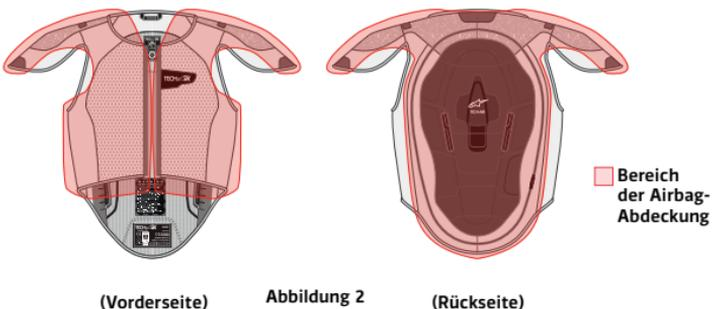

Abbildung 2 (Vorderseite) (Rückseite)
Das Tech-Air™ Airbag System bietet Aufprallschutz für die Bereiche, die der Airbag abdeckt, wie in der Abbildung 2 gezeigt.
**WARNUNG! Das Tech-Air™ Race Vest bietet nur begrenzten Aufprallschutz für die Bereiche, die der Airbag abdeckt, wie in der Abbildung 2 gezeigt. Es wird keine Garantie dafür übernommen, dass das Tech-Air™ Race Vest vor Verletzungen (einschl. schwerer oder tödlicher Verletzungen) innerhalb oder außerhalb des geschützten Bereichs schützt.**